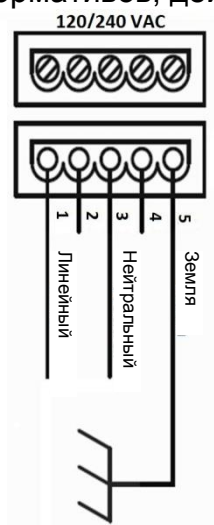

Рисунок 4. Подключение источника питания переменного тока
- Разводка питания переменного тока (J6) показана на рис. 4. Номинальный ток и местоположение плавких предохранителей указаны на внутренней бирке крышки.